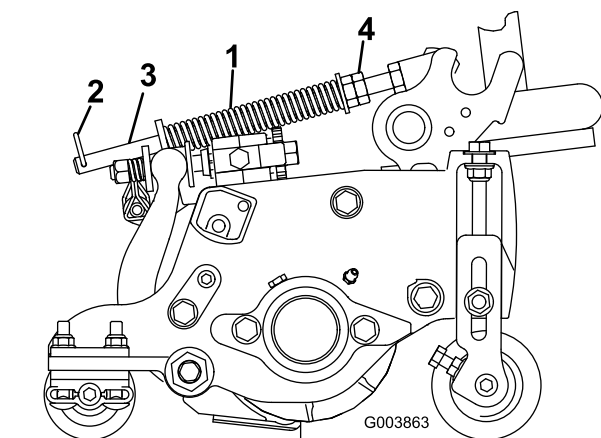

図 22
1. ヘアピンコッターがスプリングロッドの後の穴に差し込まれていることを必ず確認しおいてください [図 22]。
2. スプリングロッド前部の六角ナットを締めて、スプリング圧縮状態の長さが15.9 cm になるようにする 図 22。